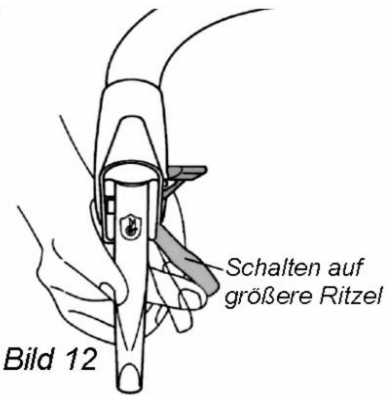

Bild 12
- Umfassen Sie mit der rechten Hand den rechten Bremsschaltgriff und schwenken Sie mit dem Mittelfinger den Schalthebel unter dem Bremshebel soweit nach innen, bis ein „Klick“ zu hören ist, **Bild 12**.